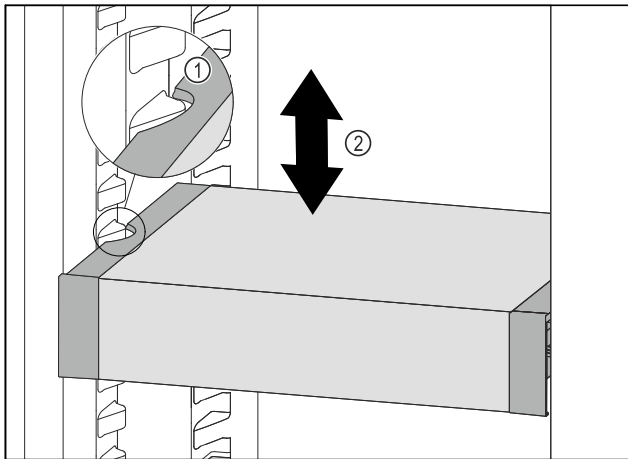

Fig. 123
- ▶ Изтеглете VarioSafe напред, докато страничните прорези на VarioSafe се намират на височината на ребро на съда в хладилната част. Fig. 123 (1)
- ▶ Преместете VarioSafe нагоре или надолу в хладилната част, докато се достигне желаната височина. Fig. 123 (2)